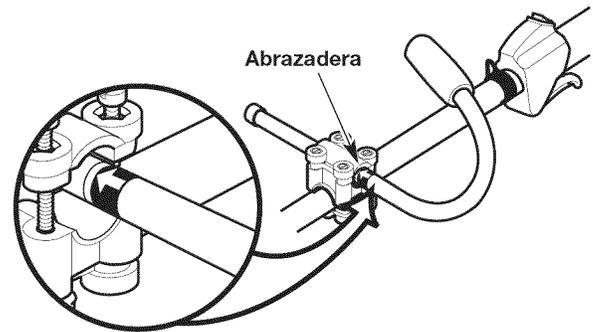

Fig. 2
5. Sostenga la unidad en posición operativa (Fig. 13) y deslice la manija hacia adentro o hacia afuera de la abrazadera hasta que la flecha/línea de la calcomanía toque la abrazadera (Fig. 2).